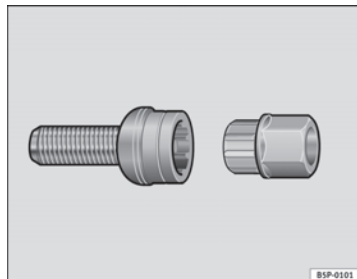

Fig. 181 Tornillo anti-robbo de la rueda
- Coloque el adaptador hasta el tope en el tornillo antirrobo de la rueda ⇒ **fig. 181**.